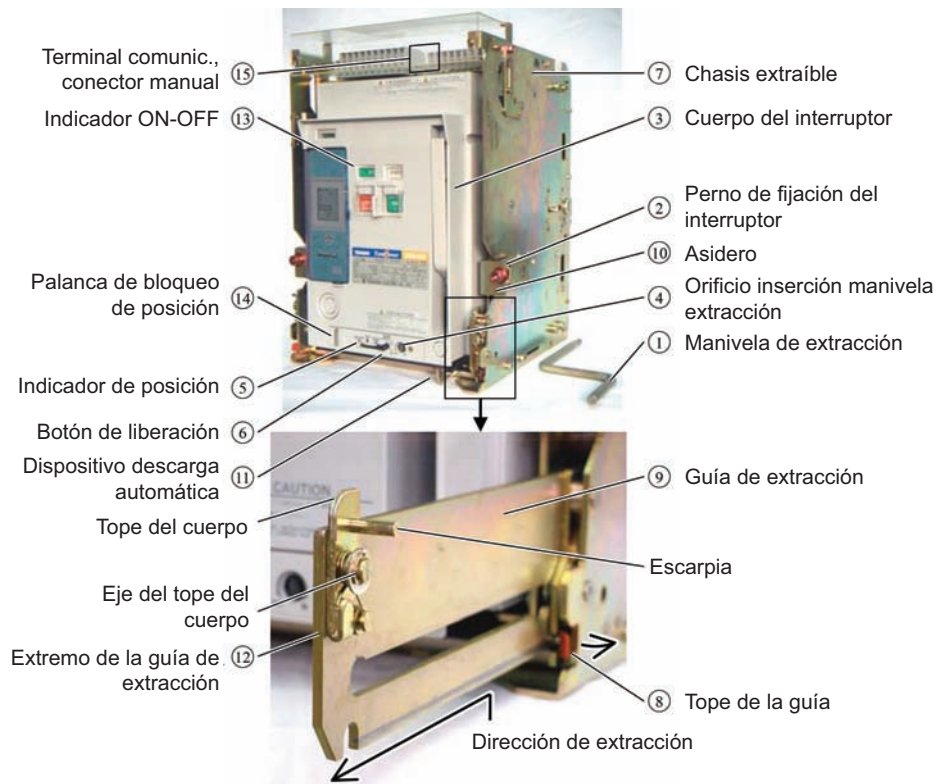

Fig. 29 Operación de extracción e inserción
1. Abra el interruptor de aire. (Si el interruptor permanece cerrado, no es posible introducir la manivela de extracción (Fig. 29 (1)).
2. Afloje los pernos de fijación del interruptor (Fig. 29 (2)), si se utilizan, para desbloquear el cuerpo del interruptor (Fig. 29 (3)).
3. Desbloquee la palanca de bloqueo de posición (Fig. 29 (14)) si está bloqueada.
4. Introduzca la manivela de extracción en el orificio de inserción (Fig. 29 (4)). Y gire lentamente hacia la izquierda hasta que la manivela ya no pueda girar. El indicador de posición (Fig. 29 (5)) muestra "TEST".
2. Oprima el botón de liberación (Fig. 29 (6)). El botón de liberación se bloquea cuando está oprimido.
4. Introduzca la manivela de extracción en el orificio de inserción (Fig. 29 (4)). Y gire lentamente hacia la izquierda hasta que se oiga un sonido de giro libre. El indicador de posición (Fig. 29 (5)) muestra "ISOLATED". Gire la manivela de extracción hasta que se desbloquee el botón de liberación.
1. Asegúrese de que el chasis extraíble (Fig. 29 (7)) esté asegurado con tornillos de montaje.
2. Desbloquee la palanca de bloqueo de posición (Fig. 29 (14)) si está bloqueada.
3. Empuje de los topes de la guía (Fig. 29 (8)) hacia fuera en ambos lados del chasis extraíble para desbloquear la guía (Fig. 29 (9)) y luego sostenga y extraiga la guía hasta que se detenga. La guía de extracción queda bloqueada nuevamente por los topes. (El cuerpo del interruptor no se puede extraer a menos que la guía esté bloqueada).
4. Sostenga ambos asideros (Fig. 29 (10)), extraiga el cuerpo del interruptor hasta que se detenga.
- Si el interruptor de aire está equipado con bloque de terminales de comunicación, extraiga el conector manual (Fig. 29 (15)) del bloque de terminales de comunicación mientras retira el cuerpo del interruptor. Asegúrese de que el conector manual y el cable de control del interruptor de aire no se enganchen cuando retire el cuerpo del interruptor nuevamente.
- Si el interruptor está equipado con dispositivo de descarga automática opcional (Fig. 29 (11)), los muelles de cierre se descargan automáticamente y se oye un sonido mecánico. Este sonido no significa que haya mal funcionamiento.
5. Utilice un elevador o una carretilla opcional para trasladar el cuerpo del interruptor (Fig. 29 (3)) a un lugar seguro.
2. Empuje los topes de la guía (Fig. 29 (8)) hacia fuera en ambos lados del chasis extraíble para desbloquear la guía (Fig. 29 (9)) y luego sostenga y extraiga la guía hasta que se detenga. La guía de extracción queda bloqueada nuevamente por los topes. (El cuerpo del interruptor (Fig. 29 (3)) no se puede introducir a menos que la guía esté bloqueada).
4. Asegúrese de que los pernos de fijación del interruptor (Fig. 29 (2)), si se utilizan, estén flojos y no frenen el cuerpo del interruptor.
5. Asegúrese de que el conector manual (Fig. 29 (15)) del bloque de terminales de comunicación, si se utiliza, esté posicionado de modo tal que no quede atrapado entre el cuerpo del interruptor y el chasis extraíble.
6. Si el interruptor de aire posee pernos de fijación (Fig. 29 (2)), asegúrese de que estén flojos y, tomando ambos asideros (Fig. 29 (10)), empuja firmemente el cuerpo del interruptor en el chasis extraíble.
- Si el interruptor de aire está equipado con bloque de terminales de comunicación, enchufe el conector manual (Fig. 29 (15)) en el bloque de terminales de comunicación mientras empuje el cuerpo del interruptor en el chasis extraíble. Asegúrese de que el conector manual y el cable de control del interruptor de aire no se enganchen cuando empuje el cuerpo del interruptor en el chasis.
7. Empuje de los topes de la guía (Fig. 29 (8)) hacia fuera en ambos lados del chasis extraíble (Fig. 29 (12)) para desbloquear la guía y luego empuje los extremos de la guía para introducirla hasta que se detenga. La guía de extracción queda bloqueada nuevamente por los topes.
1. Asegúrese de que el indicador ON-OFF (Fig. 29 (13)) muestra "OFF". (Si el interruptor permanece cerrado, no es posible introducir la manivela de extracción (Fig. 29 (1))).
3. Introduzca la manivela de extracción en el orificio de inserción (Fig. 29 (4)). Y gire lentamente hacia la derecha hasta que la manivela ya no pueda girar. El indicador de posición (Fig. 29 (5)) muestra "TEST".
1. Abra el interruptor de aire. (Si el interruptor permanece cerrado, no es posible introducir la manivela de extracción (Fig. 29 (1))).
3. Oprima el botón de liberación (Fig. 29 (6)). El botón de liberación se bloquea cuando está oprimido.
4. Introduzca la manivela de extracción en el orificio de inserción (Fig. 29 (4)). Gire hacia la derecha hasta que la manivela ya no gire y quede ajustada con su par máximo (14,7 N-m). El indicador de posición (Fig. 29 (5)) muestra "CONN.". El giro de la manivela de extracción desbloquea el botón de liberación.
6. Ajuste los pernos de fijación del interruptor (Fig. 29 (2)), si se utilizan, para bloquear el cuerpo del interruptor.